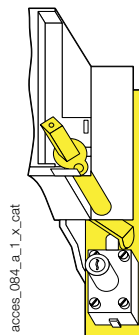

Рис. 1
- использование замка RONIS EL11AP для прямого фронтального управления (Рис. 1);